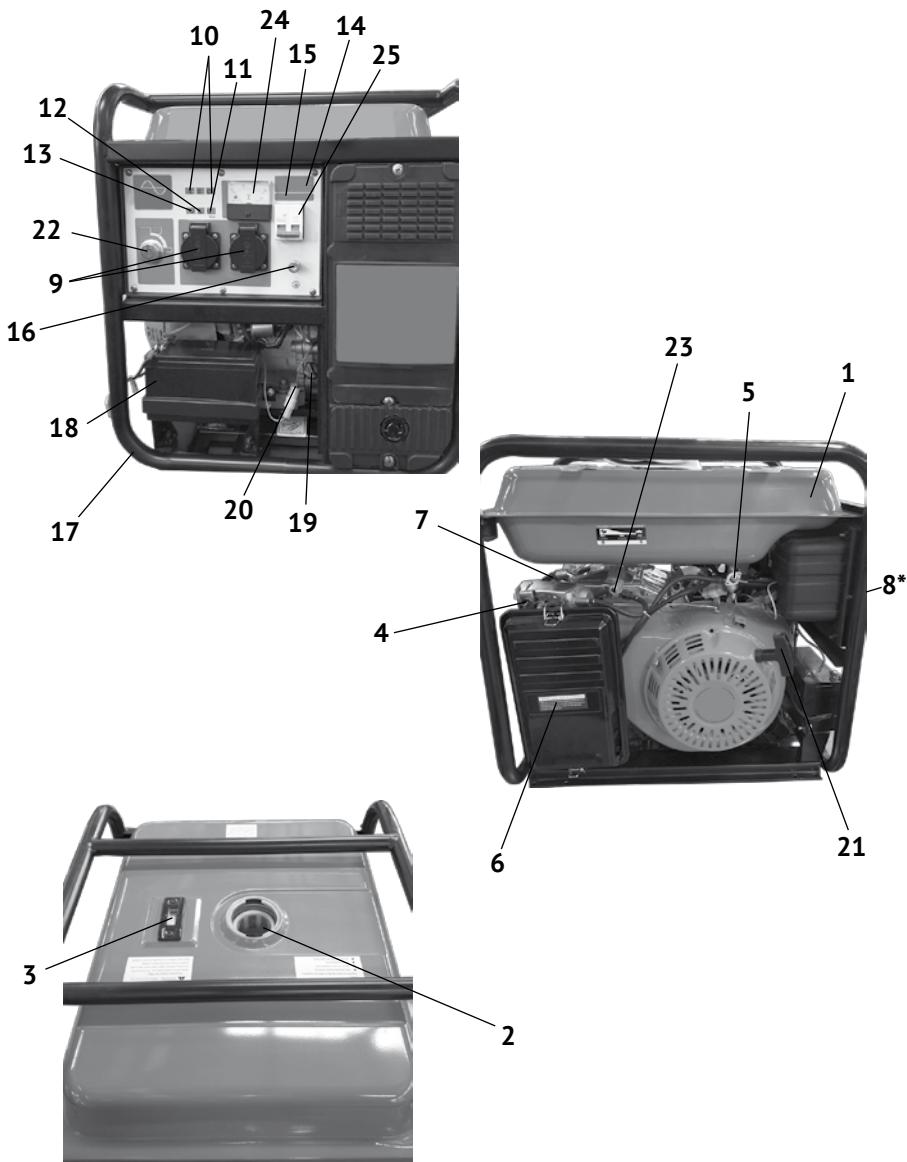

рис.1
Коленчатый вал, приводимый во вращение возвратно-поступательными движениями поршня двигателя, передаёт крутящий момент на вал якоря генератора. Передача осуществляется через коническое сопряжение ротора генератора и вала двигателя. При этом образуется самоцентрирующаяся трёхпорная схема соединения. С обмоток статора генератора напряжение подводится: через систему стабилизации на розетки переменного тока 220В (рис.1 поз.9) или через выпрямительный блок на розетку постоянного тока (рис.1 поз.14). Инверторный преобразователь позволяет бензогенератору выдавать энергию с максимально стабильными параметрами, что позволяет использовать его для питания чувствительных электроприборов и электроники.
2.4 Общий вид бензогенератора представлен на рис.1
3.2 Бензогенератор оснащён одноцилиндровым четырёхтактным двигателем внутреннего сгорания с верхним расположением клапанов и нижним расположением коленчатого вала. Верхнее расположение клапанов снижает теплонапряжённость двигателя. При этом достигается более высокая выходная мощность в меньшем рабочем объёме при эффективном сгорании топлива. Двигатель имеет карбюраторную систему питания. Смазка осуществляется разбрызгиванием масла в картере. Пуск двигателя осуществляется или ручным трошевым возвратным стартёром (рис.1 поз.21) или ключом замка зажигания (рис.1 поз.22) электрического стартёра.
3.4 Двигатель и генератор закреплены на трубчатой раме (рис.1 поз.17) через амортизаторы, что снижает вибрацию аппарата и уменьшает уровень шума при работе. Все элементы бензогенератора имеют удобный доступ для обслуживания и ремонта.
4.2.3 Обеспечение требований электробезопасности: эксплуатация бензогенератора должна производиться в строгом соответствии с требованиями «Правил техники электробезопасности при эксплуатации электроустановок». Электрическая сеть подключения потребителей относится к системе с изолированной нейтралью, предусматривающей защитное заземление открытых токопроводящих частей корпуса. В зависимости от местных условий (состав грунта, его влажность и т.п.) изменяется качество заземления. Во всех случаях защитное заземление должно иметь сопротивление не более 4-х Ом. Во время работы бензогенератора его клемма заземления (рис.1 поз.16) должна быть подсоединенна к заземлителю. Практически это требование может быть реализовано следующими способами:
Выкрутите пробку-щуп (рис.1 поз.19) из маслозаливной горловины и залейте в картер масло необходимой марки до нижнего края горловины, как показано на рис.2. Вставьте сухой чистый щуп в горловину картера и выньте его. Проверьте уровень масла: граница смоченной области щупа должна располагаться между отметками минимального и максимального уровней.
При выборе масла руководствуйтесь требованиями эксплуатационной документации и указаниями по применению конкретного типа масла его производителем. При уровне масла ниже минимально допустимого загорается индикатор (рис.1 поз.11) на панели управления и срабатывает блокировка двигателя при включении зажигания.
Открутите крышку топливного бака (рис.1 поз.1). Заливайте бензин в топливный бак не более чем на 1 см ниже уровня основания заливной горловины (рис.1 поз.2). Перед запуском двигателя тщательно протрите крышку бензобака, удалив возможные при заправке брызги топлива.
6.1.1 Отключить всех потребителей переменного и постоянного тока от генератора. Перевести автоматический выключатель (рис.1 поз.25) в положение «ВыКЛ».
- перевести замок зажигания (рис.1 поз.22) в положение «ВКЛ»;
- открыть топливный кран (рис.1 поз.5);
- вытянуть на себя рычаг воздушной заслонки (рис.1 поз.4) в положение «закрыто» при пуске холодного двигателя (для прогретого двигателя рычаг устанавливается в промежуточном положении);
- резко, с усилием потяните рукоятку стартёра (рис.1 поз.21) до упора, повторите действие ещё раз, если двигатель не завёлся.